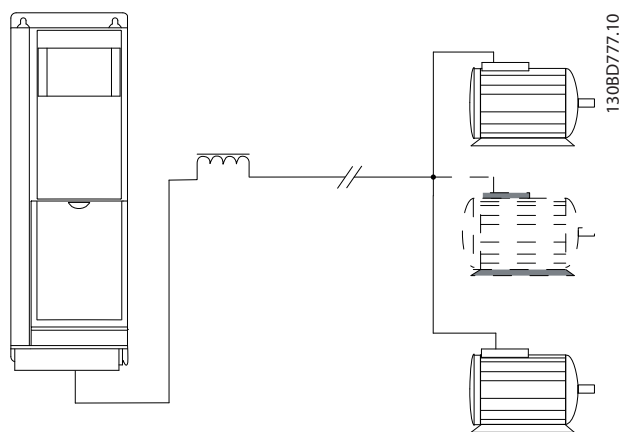
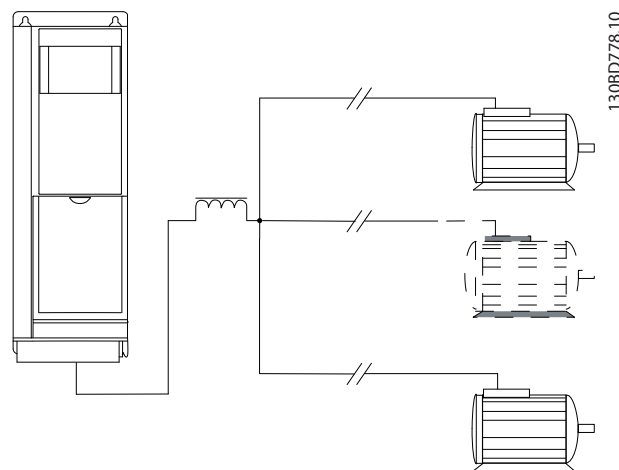

Ilustración 3.19 Cables paralelos con carga
Ilustración 3.20 Filtro LC para cables paralelos largos
- La longitud total del cable de motor detallada en la Tabla 3.4 es válida siempre y cuando se mantengan cortos los cables paralelos (menos de 10 m cada uno); consulte la Ilustración 3.19 y la Ilustración 3.20.
- Tenga en cuenta la caída de tensión en todos los cables de motor, consulte la Ilustración 3.20.
- Para cables paralelos largos, utilice un filtro LC. Consulte la Ilustración 3.20.